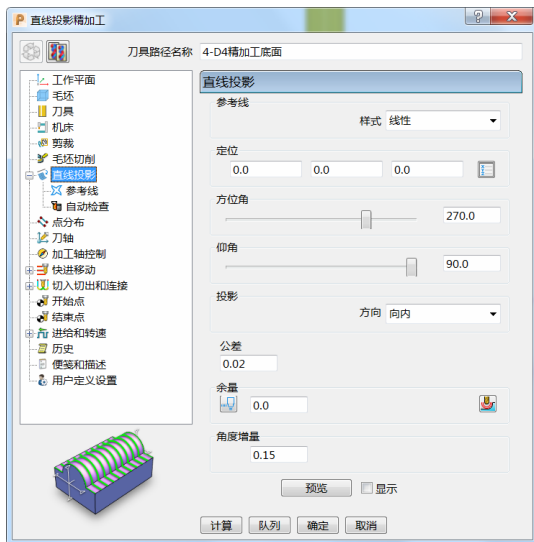

图 3-43
- 4) 直线投影：参考线样式选择“线性”，定位为 (0.0, 0.0, 0.0)，设定方位角 270.0°、仰角 90.0°、投影方向“向内”、公差“0.02”、余量“0.0”、角度增量“0.15”。(图 3-43)